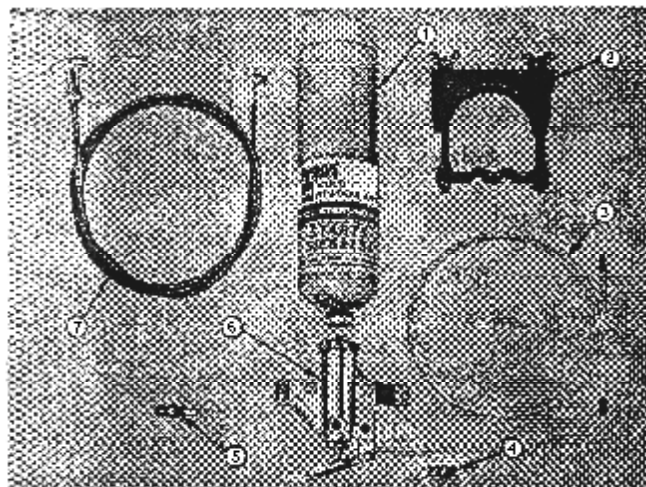

Рис. 1-11(ОМ 100 TL) Клапан, управляемый вручную.
Клапан, управляемый вручную, представленный на рис. 1-11, состоит из корпуса клапана в сборе (6), хомута (2) и нейлоновой трубки (3). Топливный цилиндр (1), распылитель (5) и провода управления (7) поставляются по отдельному заказу.